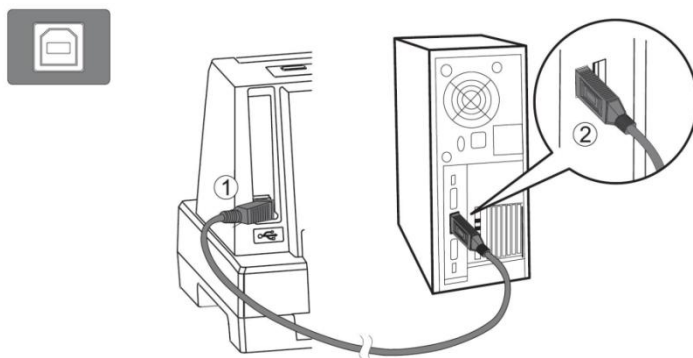

图 7
2) 将 USB 电缆的扁形插头插入计算机的 USB 接口中，如图 7 所示。